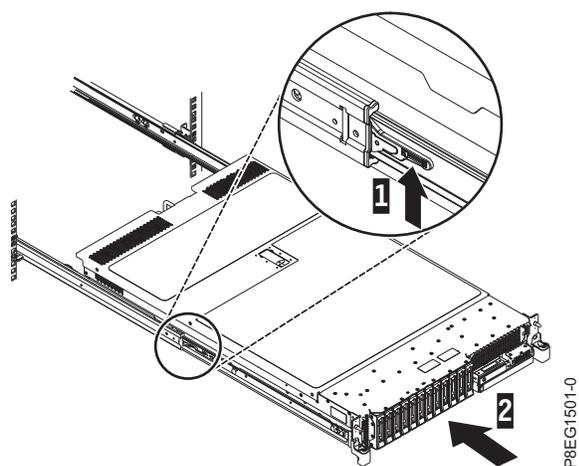

Figura 7. Levante los pestillos de liberación y empuje el servidor en el interior del bastidor
3. Levante los pestillos de desenganche azules (1) de los rieles deslizantes y empuje el servidor (2) totalmente hacia adentro del bastidor hasta que quede encajado en su sitio con un clic. Para obtener detalles, consulte la Figura 7.